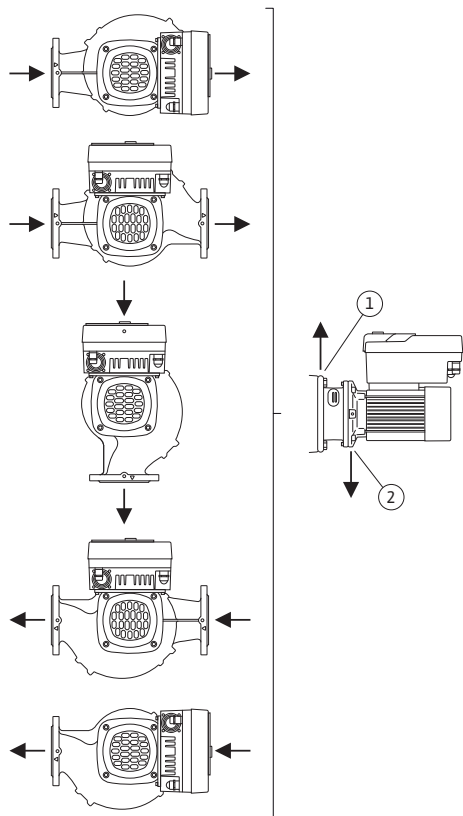

Fig. 16: Επιτρεπόμενες θέσεις τοποθέτησης με οριζόντιο άξονα
- Με άξονα κινητήρα σε οριζόντια θέση, είναι απαραίτητο η οπή εκροής συμπυκνωμάτων να είναι στην κάτω πλευρά (Fig. 16, θέση 2). Ενδεχομένως θα πρέπει να στραφεί ο κινητήρας.